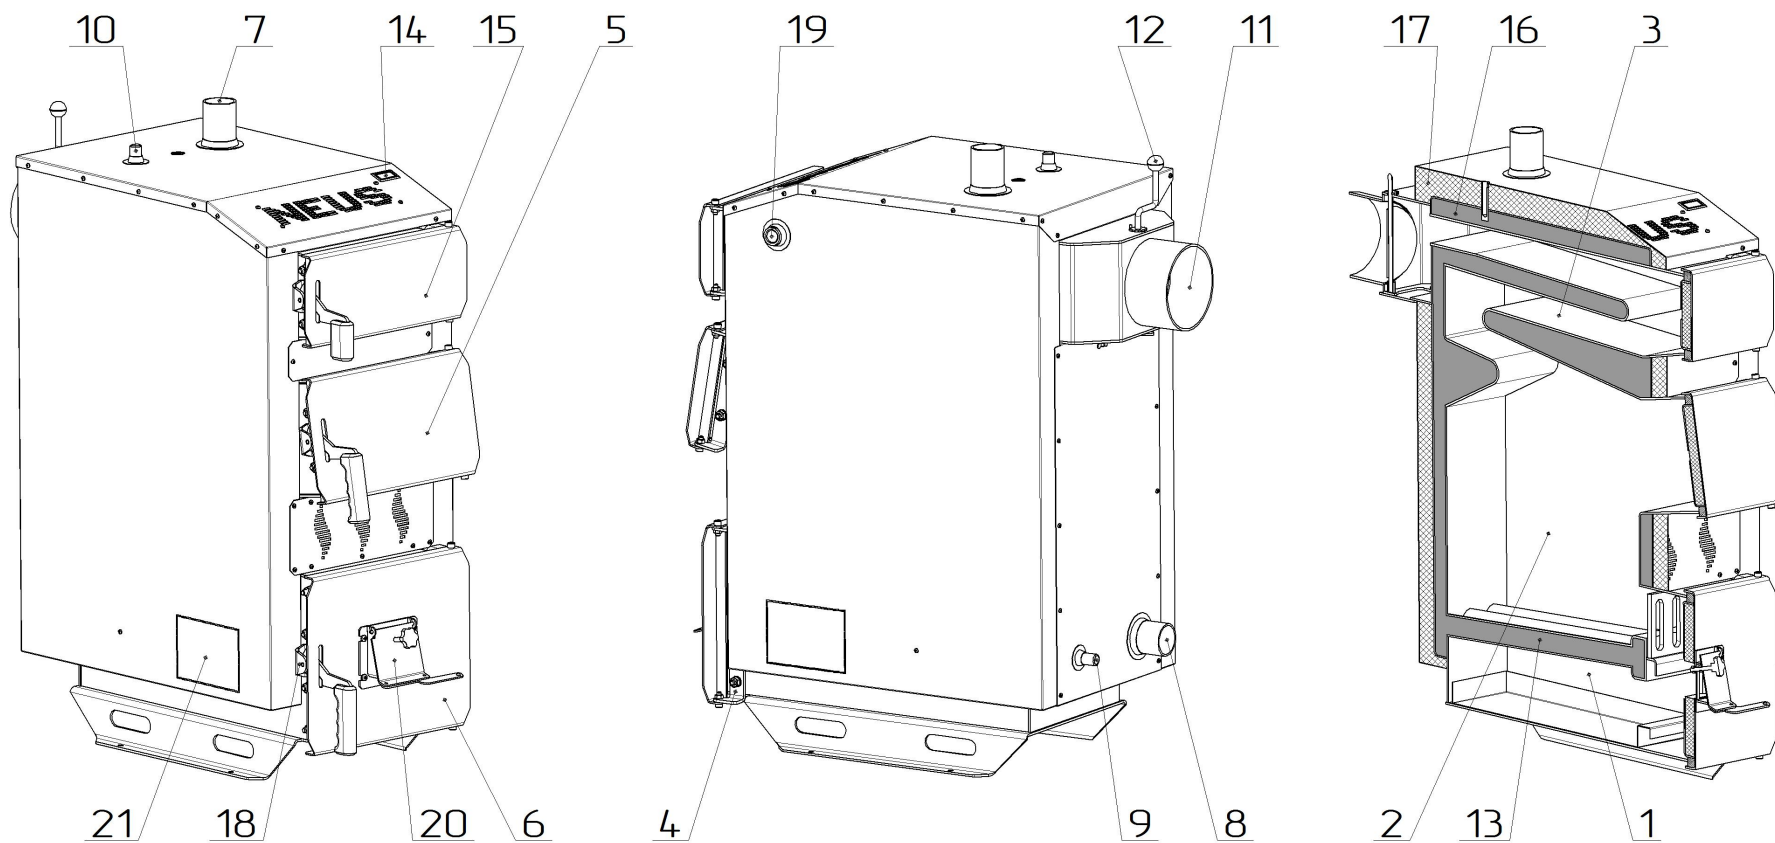

Рисунок 2 – Основні елементи котла Неус-Практик-М
Конструктивно котел являє собою збірно-зварену конструкцію, що складається з корпусу (поз. 1, рис. 2) з камерою згоряння (топкою) (поз. 2, рис. 2). Конвекційна частина котла складається з трьохходового теплообмінника (поз. 3, рис. 2), який розташований безпосередньо над топкою.
Корпус котла виконаний в формі паралелепіпеду з подвійними стінками, які розділені водними перегородками (поз. 16, рис. 2). На зовнішній поверхні корпусу під декоративною обшивкою закріплена теплова ізоляція. (поз. 17, рис. 2).
Паливо для процесу спалення завантажується на колосникові ґрати (поз. 13, рис. 2) крізь завантажувальні дверцята (поз. 5, рис. 2). Згоряння палива в топці відбувається за участю повітря, яке постачається наступним чином:
- у котлі Неус-Практик-М – крізь вікно клапана подачі повітря (поз. 20, рис. 2), що закривається кришкою під колосникові ґрати. Кількість повітря, необхідного для процесу згоряння, регулюється механічним регулятором тяги, який шляхом натягу або послаблення ланцюга керує положенням кришки клапана. **Регулятор тяги не входить до комплекту поставки котла.**
Для монтажу вентилятора можна використовувати спеціальний фланець, розміщений на бічних стінках корпусу котла під декоративною обшивкою (поз. 21, рис. 2), або встановлювати вентилятор на дверцятах (поз. 6, рис. 2) замість клапана подачі повітря (поз. 20, рис. 2).
Підведення і відведення теплоносія здійснюється відповідно через патрубки зворотної мережної води (поз. 8, рис. 2) і прямої мережної води (поз. 7, рис. 2).
Топочні гази виходять у димохід крізь боров (поз. 11, рис. 2), розташований у задній частині котла. Боров обладнано вбудованим дросельним клапаном продуктів згоряння – шибером (поз. 12, рис. 2). У випадку надто високої тяги у димоході шибер дає можливість її знизити шляхом часткового перекривання вихідного отвору борова.
У верхній частині корпусу котла розташований штуцер для встановлення запобіжного клапана котла (поз. 10, рис. 2).
На задній стінці корпусу у нижній її частині розміщено штуцер для зливу води з котла (поз. 9, рис. 2).
Ревізійний дверцята (поз. 6, рис. 2), що розташовані на передній стінці котла, необхідні для можливості спорожнення підколосникової зони та чищення колосникових ґрат.
Для чищення конвекційної частини котла передбачені дверцята (поз. 15, рис. 2).
Конструкцією котла передбачена можливість зміни сторони відкривання дверцят. Для того, щоб змінити положення осі відкривання дверцят з правої (відкриваються зліва направо, як зображено на рис. 2) на ліву, необхідно відкрутити дві гайки, що тримають кронштейн поз. 4 (рис. 2), зняти дверцята з кронштейном, відкрутити гвинт, що тримає пластикову ручку дверцят, розвернути ручку на 180° , та встановити її на місце, прикрутивши гвинт. Після чого відкрутити дві гайки що тримають кронштейн поз. 18 (рис. 2). Розвернувши дверцята на 180° , закріпити їх кронштейн на тому місці, де було встановлено кронштейн пальця (поз. 18, рис. 2), який, в свою чергу, закріпити на місці, де було встановлено кронштейн дверцят (поз. 4, рис. 2).